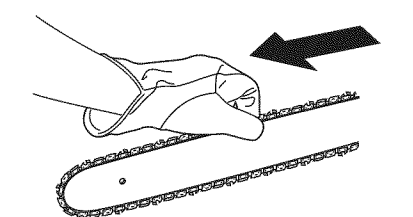

Fig. 35
- REMARQUE** : Si la chaîne est trop tendue, elle ne tournera pas. Pour détendre la chaîne, tournez la vis de tension de la chaîne d'1/4 de tour dans le sens inverse des aiguilles d'une montre. Assurez-vous que la chaîne peut être tournée à la main sans accrocs (Fig. 35). Notez également que la chaîne ne tournera pas si le frein de chaîne est embrayé.